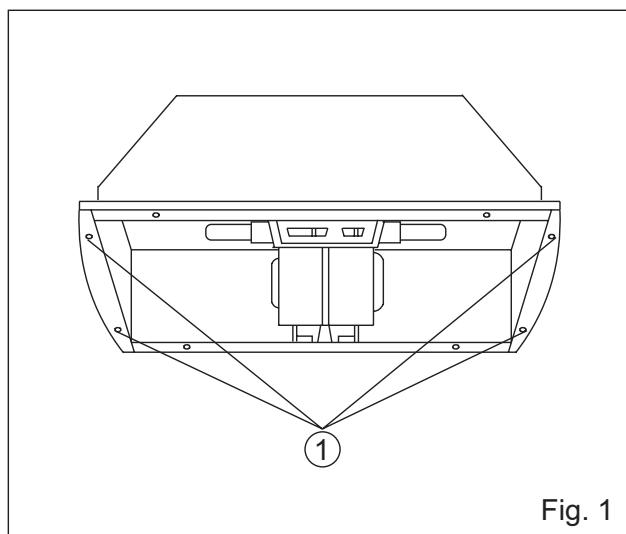

Fig. 1
5. Inserire l'apparecchio nel mobile e fissarlo tramite le 4 viti, fornite a corredo, negli posti fori (Fig. 1/1).